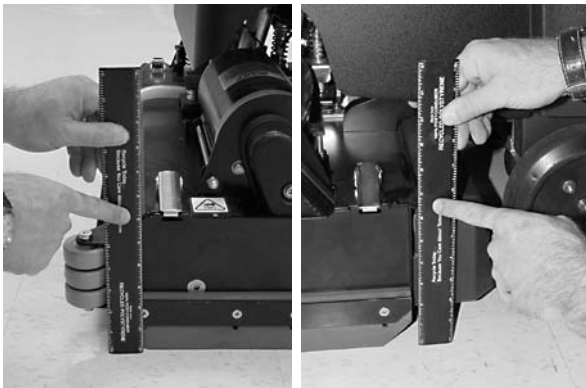

FIG. 22
3. Mesurez la distance du bord supérieur de la tête au plancher à l'avant et l'arrière. La dimension à l'avant de frottent la tête devrait être de 25 dedans / 6.35 millimètres de inférieure à l'arrière (Figure 22).